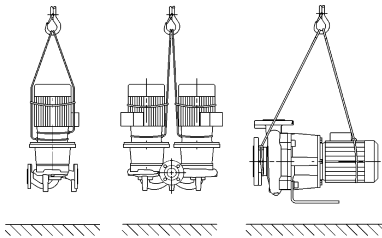

Fig. 7 : Transport de la pompe
- Les œillets de transport du moteur servent ici de guidage lors de la suspension de la charge (Fig. 7).